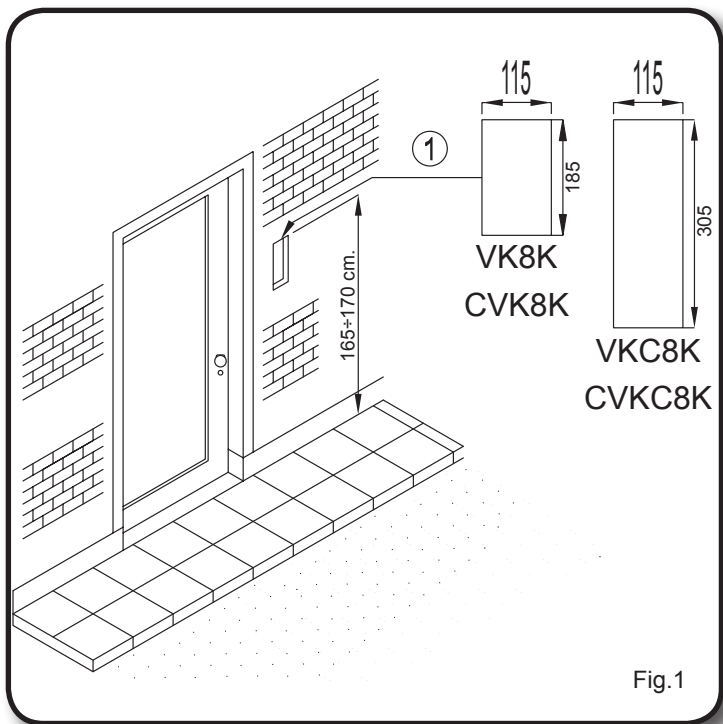

Fig.1
Posizione per il posto esterno (Fig.1)
Scegliere una posizione per il posto esterno tale che i raggi solari o altre fonti luminose di forte intensità, non colpiscano direttamente l'obiettivo della telecamera. Far eseguire i collegamenti necessari secondo gli schemi proposti, impiegando delle apposite canalizzazioni separate dagli impianti ad alto voltaggio. Per il montaggio da incasso, si consiglia di murare la scatola (1) all'altezza mostrata in Fig.1 (bordo superiore della scatola da incasso a 165-170 cm da terra).
- Installare a filo muro, alle quote mostrate in (Fig.1 di Pagina 4), la scatola di protezione (1) utilizzando le quattro viti ad espansione (3).
- Fissare la cerniera (4) del gruppo "supporto-unità di ripresa" (8), utilizzando le viti (5).
- Ruotare il supporto (8) verso l'alto e fissarlo alla scatola, utilizzando la vite (9), l'anello distanziale (10) e la chiave a brucola (11). Ricoprire la sede della vite con il coperchio in plastica (12) in dotazione.
Door Station location (Fig.1)
Choose the location for fixing the outdoor station ensuring that no sunlight or other bright light is allowed to shine directly into the camera lens. Make all connections following provided diagrams; prepare ducts separate from other electrical lines. For flush mounting, set the back box (1) at 165-170 cm from ground level as shown in Fig.1.
- Flush the back box (1) into the wall at 165-170 cm from ground level (Fig.1).
- Fix the rainshield (2) by using the four screws provided (3).
- Insert the hinge (4) of the front support (8) into the back box and fix it by using the two screws provided (5).
- Rotate the support (8) and fix it to the back box with the screw (9), the plastic spacer (10) and the alan key provided (11). Mask the screw by using the plastic cover (12) provided.
- Fix surface box (1) to the wall at 165-170 cm from ground level (Fig.1 on Page 4) by using the four expansion type screws (3) provided.
- Fix hinge (4) of the front support (8) using the two screws provided (5).